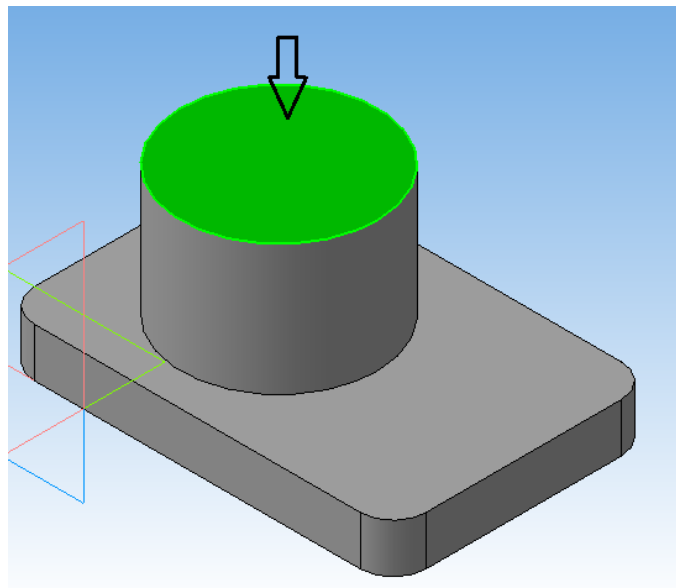

Рисунок 34.
11. На плоской верхней грани цилиндрической бобышки создать новый «Эскиз» прямоугольника (рисунок 34).